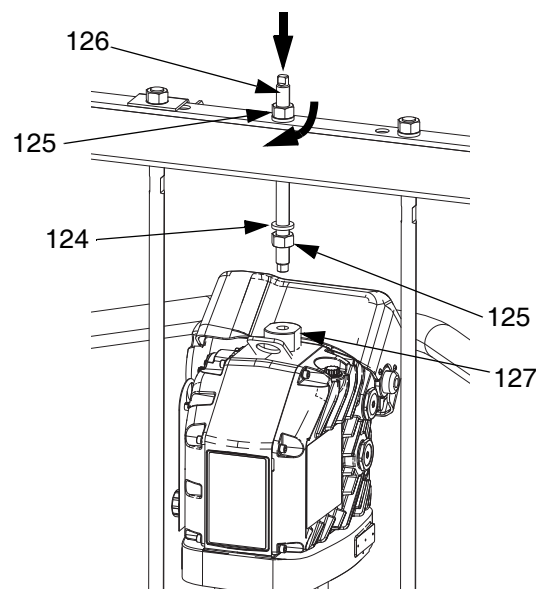

FIG. 42
- Utilizzando un argano adatto, inserire i tiranti nella pompa volumetrica (AC) e fissare l'unità di azionamento (AB) alla pompa (AC).
- Installare l'asta filettata (126) attraverso il foro centrale della traversa. Installare le rondelle (124) e i dadi (125) sull'asta filettata (126), sia sopra sia sotto la traversa. Utilizzare una chiave inglese per mantenere in posizione l'adattatore dell'anello di sollevamento (127) e serrare l'asta filettata (106) nell'adattatore dell'anello di sollevamento (127) con un'altra chiave. Vedere FIG. 42.
- Serrare il dado (125) sotto la traversa con una coppia massima di 34 N•m (25 ft-lb).
- Serrare il dado (125) sopra la traversa per bloccare in posizione l'unità di azionamento (AB).